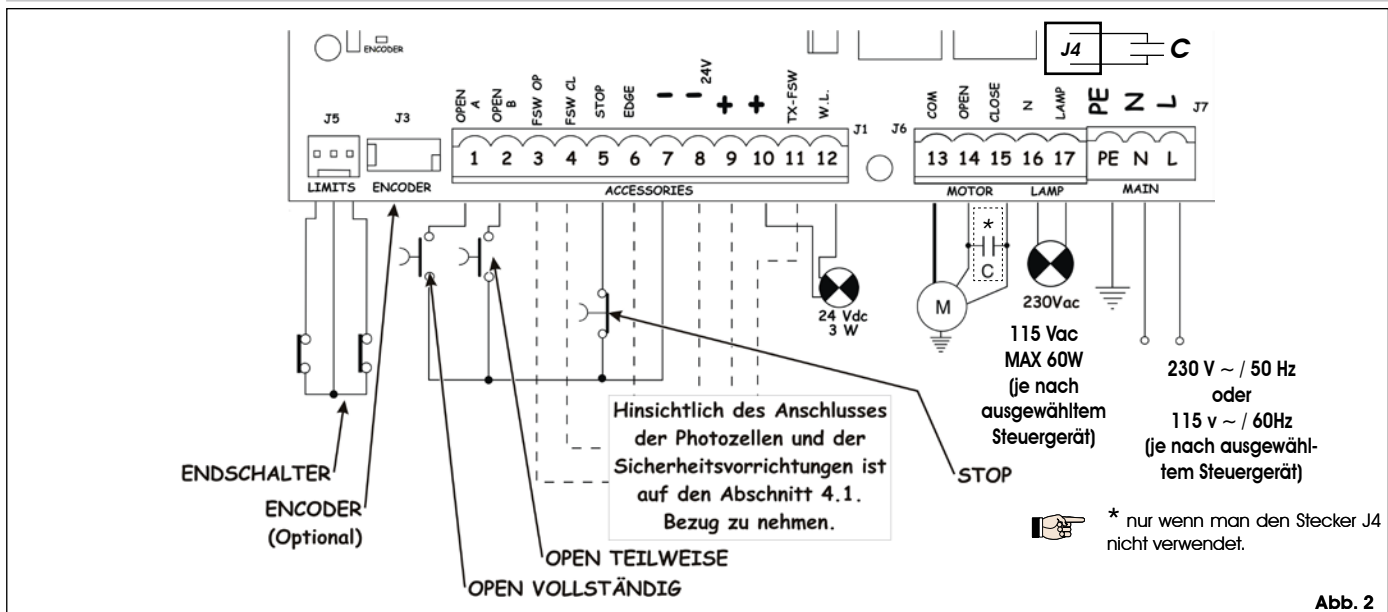

Abb. 2
4.2. Klemmenbrett J7 - Versorgung (Abb. 2)	Seite.44
4.3. Klemmenbrett J6 - Motoren und Blinkleuchte (Abb. 2)	Seite.44
4.4. Klemmenbrett J1 - Zusatzgeräte (Abb. 2)	Seite.44
4.6. Stecker J6 - Schnellanschluß Endschalter (Abb. 2)	Seite.45
4.7. Stecker J3 - Schnellanschluß Encoder (Abb. 2)	Seite.45
Das Erdungskabel ist an die entsprechende Klemme auf dem Stecker J7 des Geräts anzuschließen (siehe Abb. 2).
**4.2. Klemmbrett J7 - Versorgung (Abb. 2)**
**4.3. Klemmbrett J6 - Motoren und Blinkleuchte (Abb. 2)**
**4.4. Klemmbrett J1 - Zusatzgeräte (Abb. 2)**